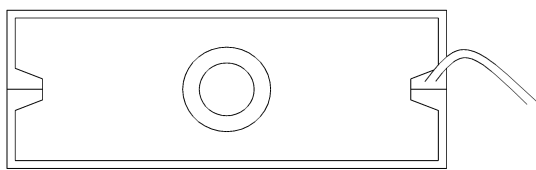
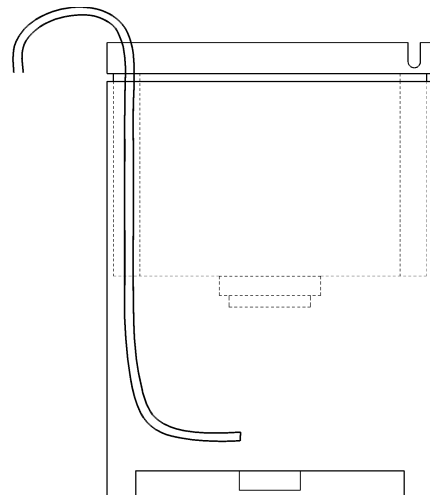

Abb. 7
Abb. 8
- Wasseransaugschlauch in die dazugeeignete Rillen einstecken (Abb.7). Den Schlauch bis tief in den Wasserbehälter hineinschieben (Abb. 8)